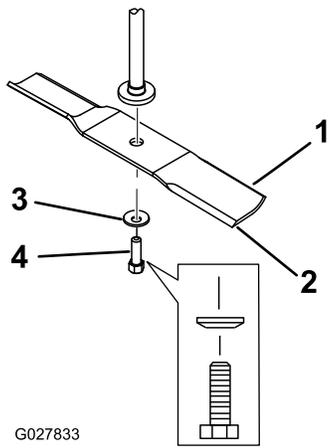

Figura 54
2. Retire del eje el perno de la cuchilla, la arandela curva y la cuchilla (**Figura 54**).
- Instale la cuchilla en el eje (Figura 54).
- Instale la arandela curva (con la copa hacia la cuchilla) y el perno de la cuchilla (Figura 54).